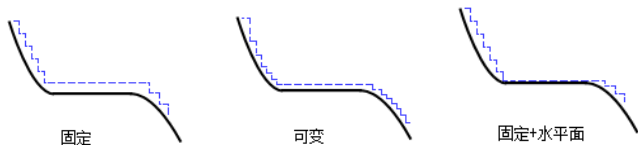

图 2-21 垂直步进类型
- **【固定】**：每层的切深固定值，产生的刀路除最后一层外，所有层切深相等，如图 2-21 所示。
- **【可变】**：在制定的“最大垂直步进”和“最小垂直步进”范围内以最合适的垂直步进进行分层加工，使用这种方式特别适合有台阶的零件加工，如图 2-21 所示。
- **【固定+水平面】**：在固定垂直步进加工层以外，在台阶的水平面上生成一个切削层，如图 2-21 所示。